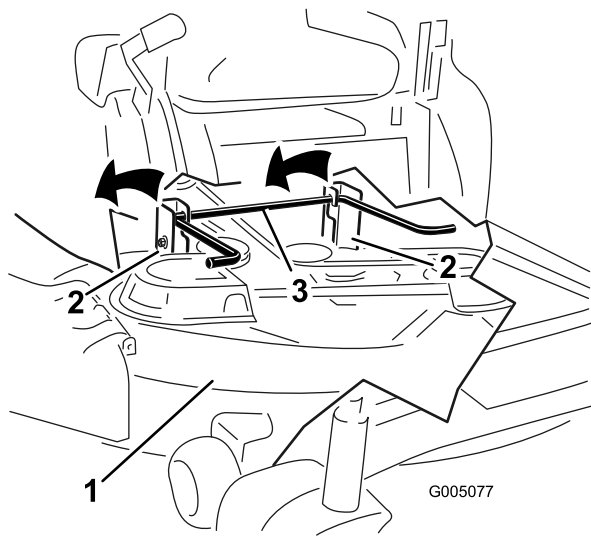

Figura 52
5. Eleve la plataforma del cortacésped y desenganche la varilla de elevación trasera de los soportes, y baje el cortacésped con cuidado al suelo (Figura 52).
- Eleve la parte trasera de la plataforma del cortacésped y coloque los soportes sobre la varilla de elevación trasera (Figura 52).